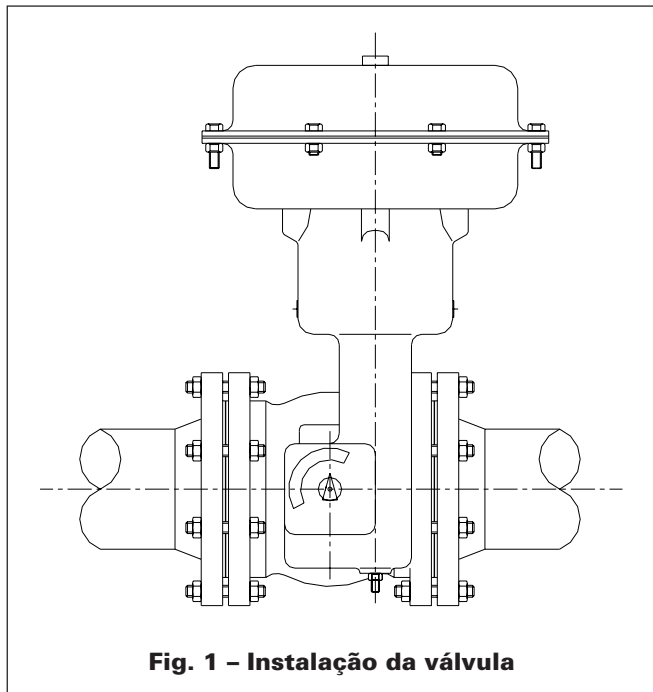

Fig. 1 - Instalação da válvula
5. A posição de instalação deve ser de maneira que o atuador fique sobre a válvula e na posição vertical (fig.1). Caso seja impossível, deve-se buscar a posição mais próxima da vertical. A posição horizontal deve ser evitada e em alguns casos deverá haver um suporte para o atuador.